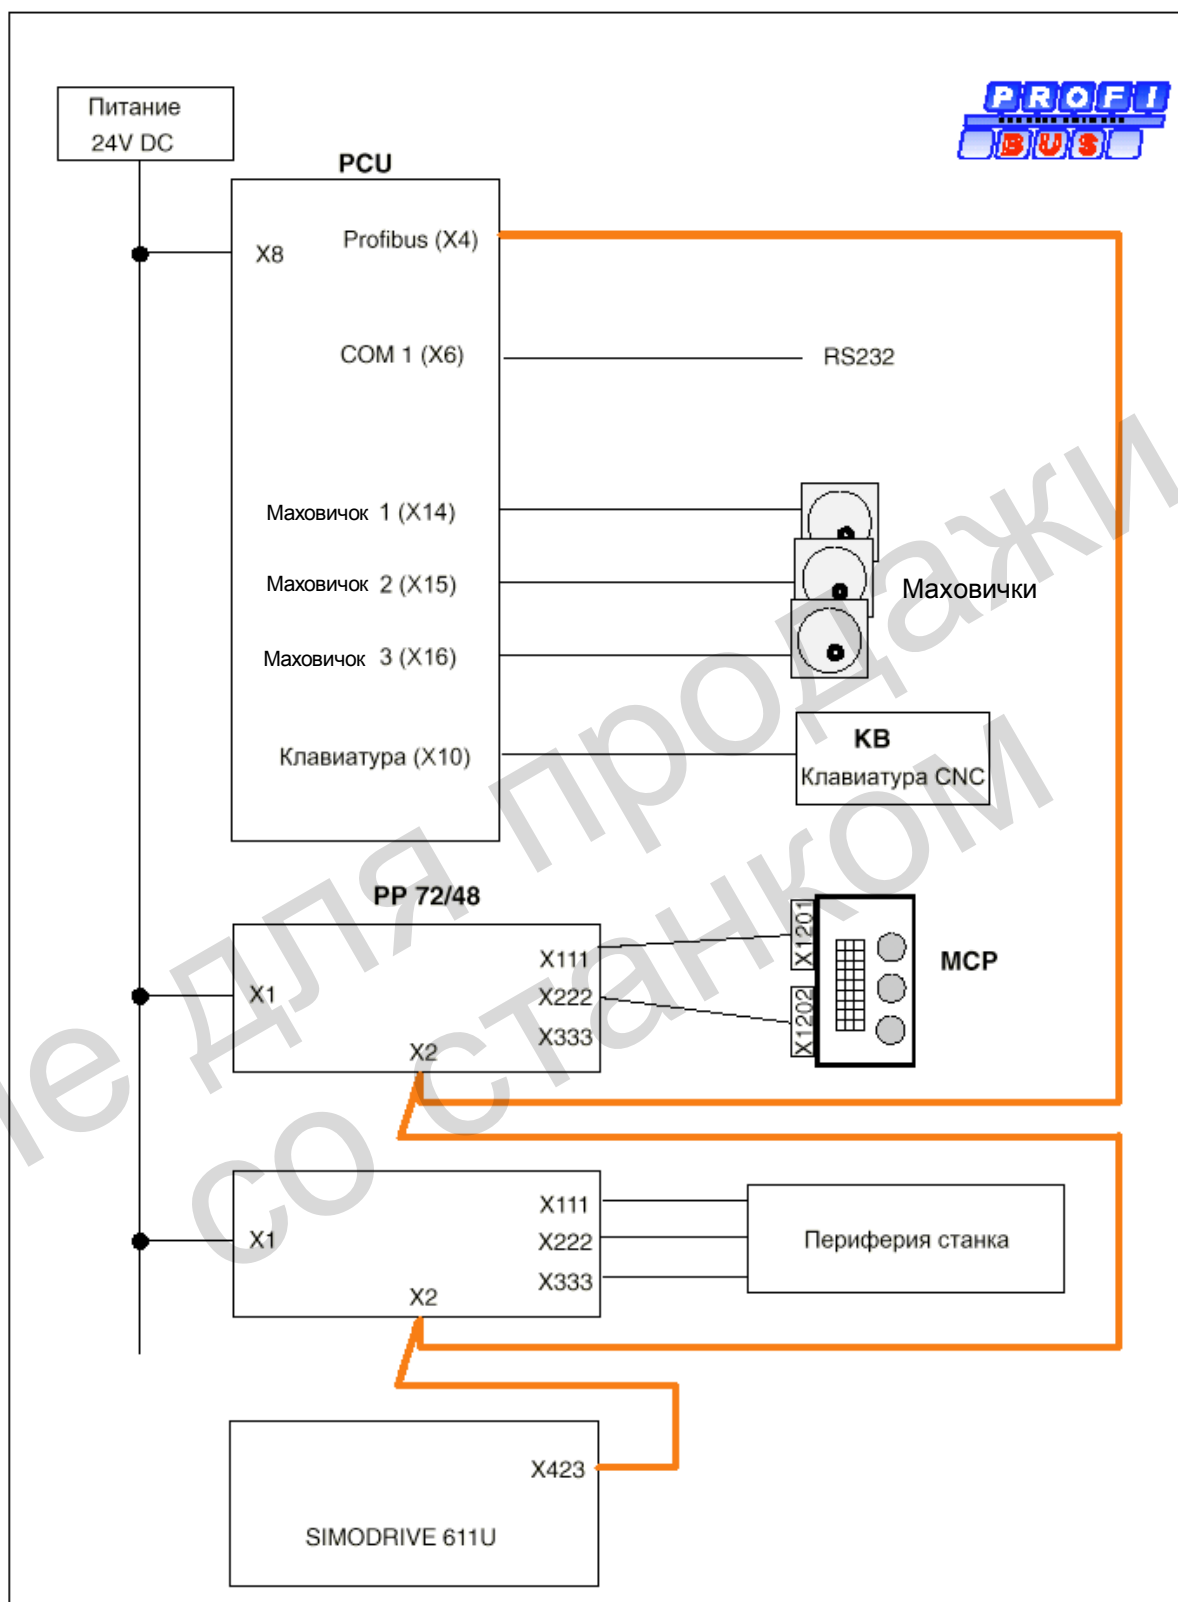

Рис. 2-13 Схема подключения системы SINUMERIK 802D
Соединение компонентов осуществляется в соответствии со схемой подключения на рис. 2-13. Обозначения кабелей и типы штекеров см. в каталоге SINUMERIK 802D.
1. Подключение проводов к компонентам производить согласно рис. 2-13.
Станочный пульт подключается к блоку PP 72/48 (X111, X222) ленточным кабелем (см. рис. 2-13).